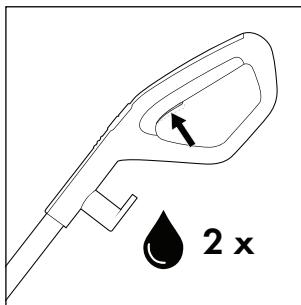
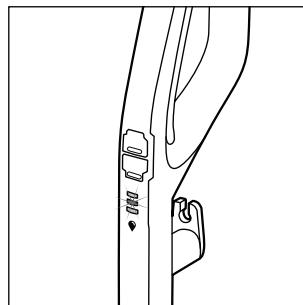

Fig. 18
Fig. 19
- ◆ Avant chaque utilisation, appuyez deux fois brièvement sur l'interrupteur solution de nettoyage  **15** pour activer la fonction spray continu et pour que le rouleau brosse **6** soit opérationnel avec la solution de nettoyage (voir fig. 18). Le voyant de solution de nettoyage  **12** clignote en alternance en bleu lorsque la fonction spray continu est activée ou que l'interrupteur solution de nettoyage  **15** est maintenu appuyé (voir fig. 19).